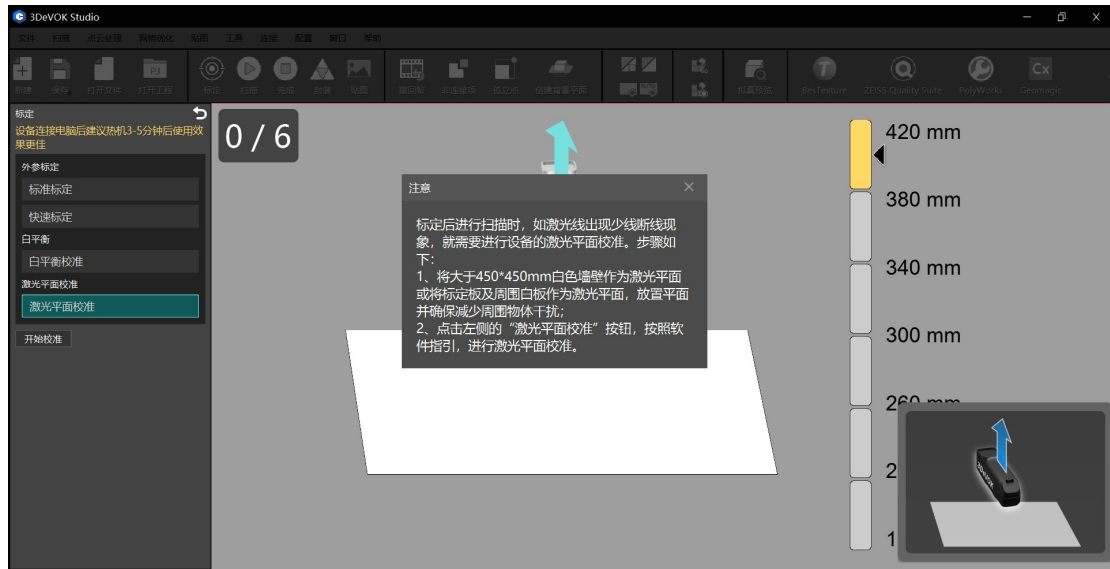

图 6-4 激光平面校准软件截图示意图
- 2、点击左侧的“激光平面校准”按钮，按照软件指引，进行激光平面校准（图 6-4）。